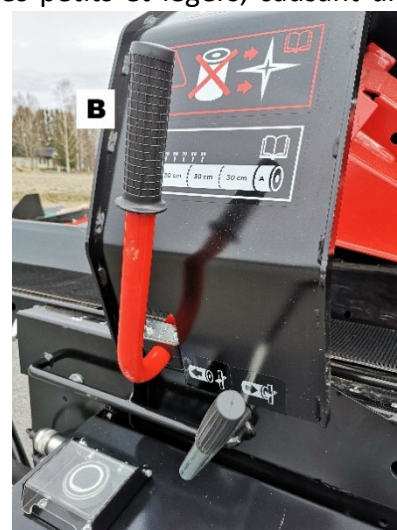

Figure 23
- ❑ Si nécessaire, la force de pression de la pince peut être augmentée par le levier B, Fig. 23.